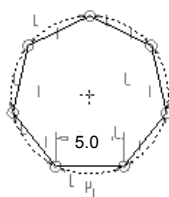

图 2.5.7 定义后的“七边形”
Step7. 单击“草绘器调色板”中的 **关闭(C)** 按钮，完成图 2.5.7 所示的“七边形”的调用。
1. 将图 2.5.7 所示的草图轮廓存储到调色板中